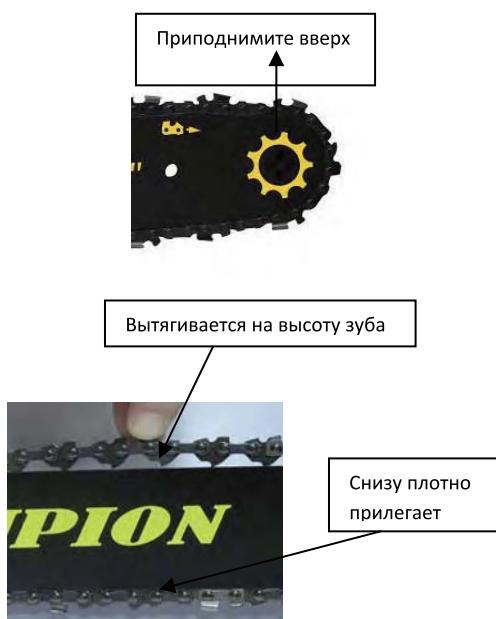

Рис.6
2. Вращайте болт до тех пор, пока цепь не будет плотно прилегать к нижней части шины без провиса, на середине шины цепь должна выходить из направляющего паза примерно на высоту зуба (рис.6). Нажмите на выключатель пилы и протяните цепь по шине. Цепь должна двигаться свободно.